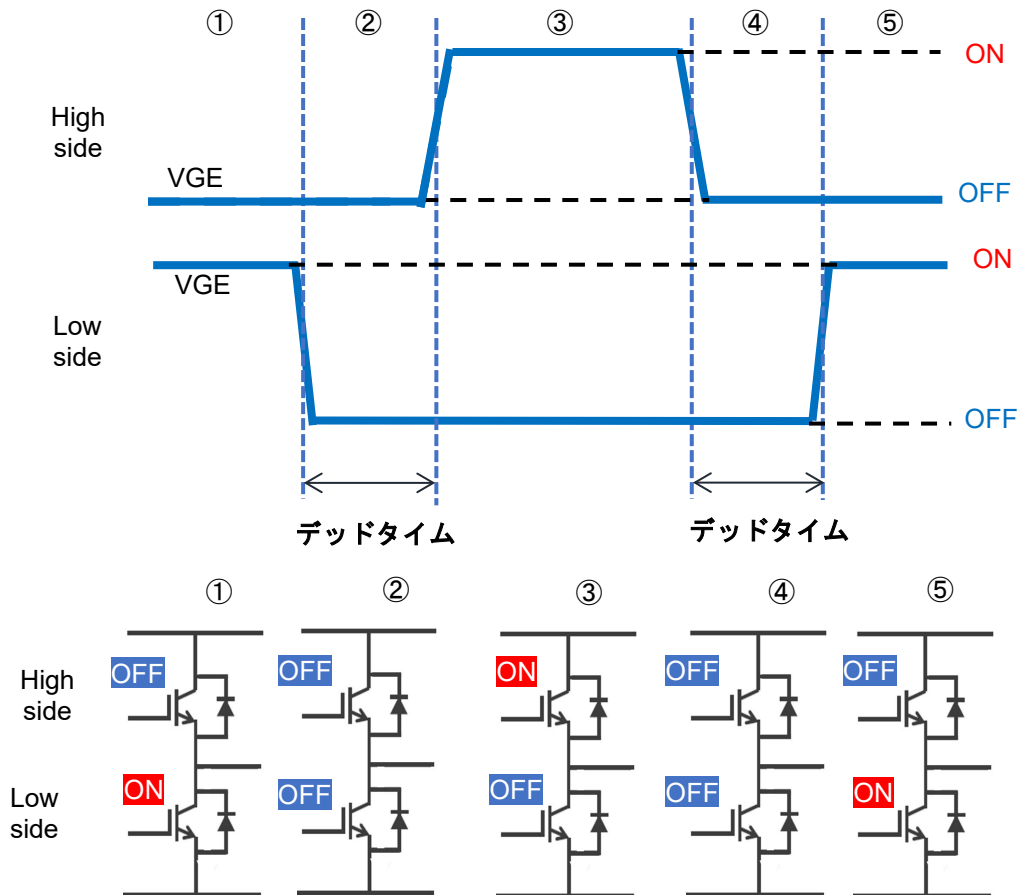

図 5-2 上下アームオン、オフのタイミングチャート
そこで、インバータ回路では、デッドタイムと呼ばれる上下アームともオフの期間を設け。上下アーム短絡を防止するようにします。デッドタイムのタイミング模式図を 図 5-2 に示します。図 5-2 において、期間②、④がデッドタイム期間となります。上下アーム短絡を防止するためには、デッドタイムは可能な限り大きいことが望まれます。しかし、一方で、デッドタイムが大きいと、出力される交流電流波形の歪が大きくなり、効率低下等の問題を発生させるため、デッドタイムは可能な限り小さいことも望まれます。よって、デッドタイムは、確実に上下アーム短絡を防止でき、かつ、可能な限り小さい期間である必要があります。